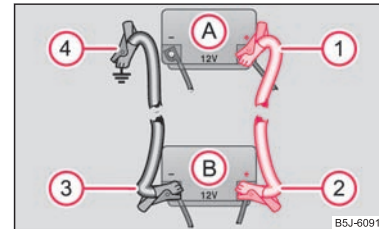

Abb. 153 Starthilfe mit der Batterie eines anderen Fahrzeugs: A – entladene Fahrzeugbatterie, B – stromgebende Batterie
- Befestigen Sie ein Ende ① am Pluspol ⇒ Abb. 153 der entladenen Batterie (A).
- Befestigen Sie das andere Ende ② am Pluspol der stromgebenden Batterie (B).